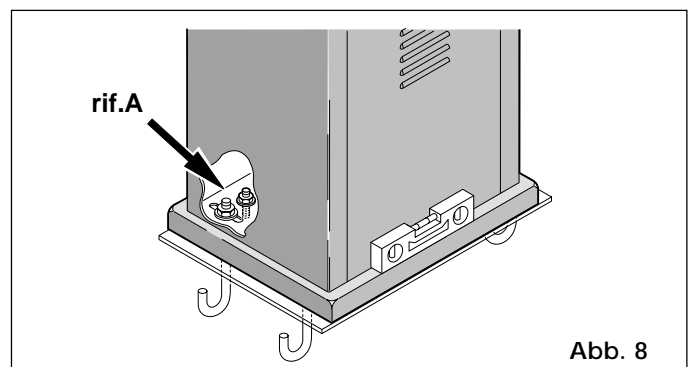

Abb. 8
- 2) Stellschrauben gemäß Abb. 8 Pos. A am Boden des Getriebemotors eindrehen.
Zur Einstellung des richtigen Verzahnungsspiels zwischen Ritzel und Zahnstange den Getriebemotor gemäß Abb. 12 nach Einbau der Zahnstange mit den Stellfüßen (Abb. 8 Pos. A) um ca. 4 mm absenken.